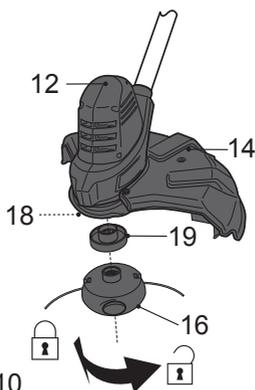

Fig. 10
- > Fixez correctement le capot de protection du coupe-herbe (14).
- > Tournez la flasque d'appui (19) jusqu'à ce que le trou soit en face de l'encoche située sur la tête d'engrenage (12).
- > Bloquez la broche (18) en insérant la tige de blocage (23) dans le trou.
- > Dévissez l'écrou (21) et enlevez-le en même temps que la flasque de serrage (20)..
- > Vissez la tête du coupe-herbe (16) sur la broche (18) dans le sens inverse des aiguilles d'une montre (fig. 10).